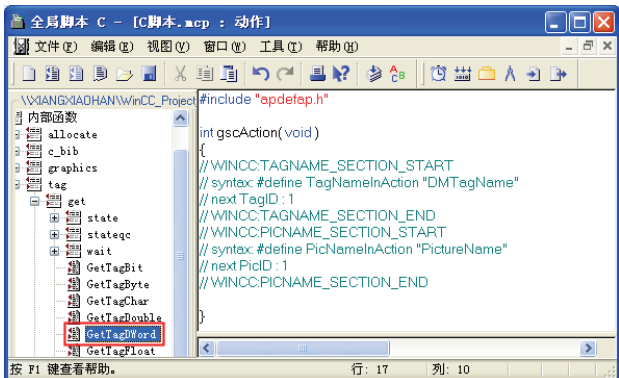

图 9-25 “GetTagDWord”的位置
4) 新建动作。单击全局脚本编辑器上的“新建动作”按钮, 程序编辑区会弹出一个有头文件的程序，但具体程序还要读者编写，本例要用到两个内部函数：GetTagDWord 是读取 WinCC 的变量值，对于本例就是读取“C_fill”，SetTagDWord 写入 WinCC 的变量值，对于本例就是把运算结束的数值写入“C_fill”中。GetTagDWord 的位置在“内部函数”→“tag”→“get”中查找，如图 9-25 所示。SetTagDWord 在“内部函数”→“tag”→“set”中查找。